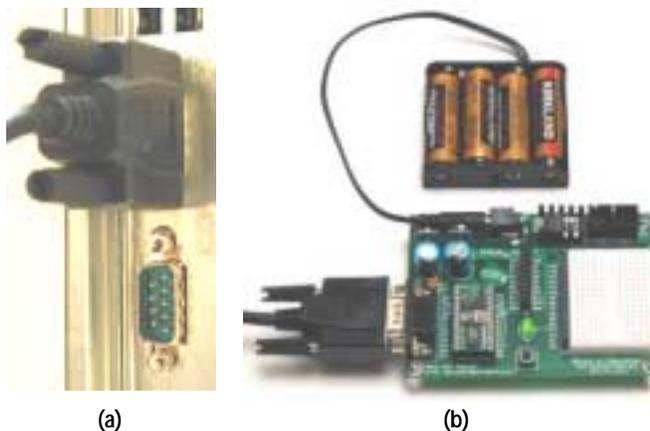

Figura 1.7: (a), Cable Serial conectado a un puerto com. y (b), BOE conectada al cable serial y porta pilas.
La Figura 1.7 muestra (a), el cable serial conectado a un puerto com. en la parte trasera de una computadora y (b), el cable serial y el porta pilas conectados a la BOE, que está apoyada en una mesa sobre sus separadores. Estos separadores evitan que las soldaduras de la cara inferior de la BOE entren en contacto con la superficie de trabajo, que en el caso de ser conductiva, podría originar cortocircuitos.
- ❑ Conecte la ficha del porta pilas a la BOE como en la Figura 1.7 (b).